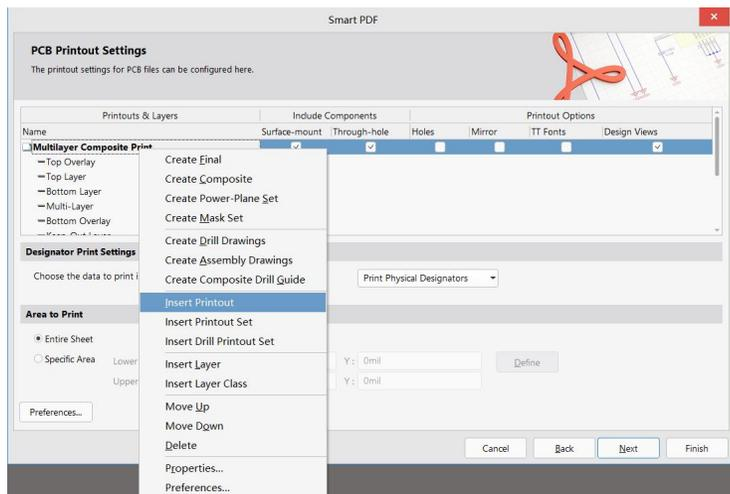
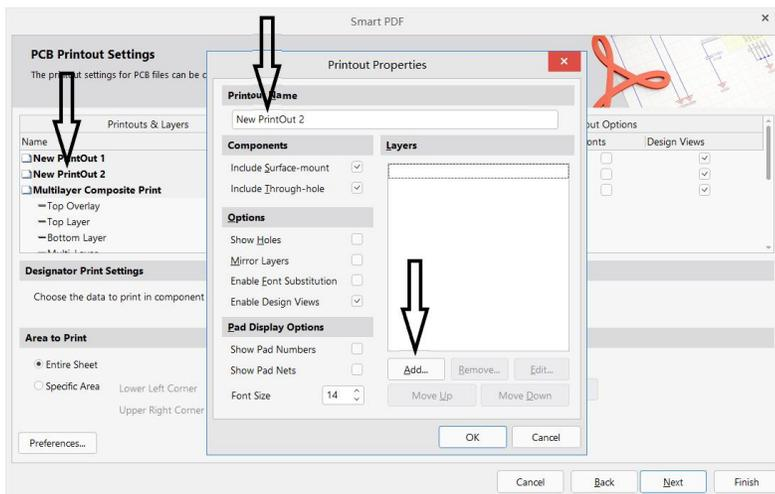

图5-6 插入打印输出
图5-7 设置打印输出特性
1) 同样执行PDF输出设置向导。在输出栏目条上右击，输出层的添加如图5-6所示，选择“Insert Printout”命令，插入需要输出的层，然后重复操作，之后会添加默认名为“New Printout x”打印层。这些“Printout”页面内的层都是空的，在“Printout”层图标上双击，打开该打印输出特性的设置对话框，如图5-7所示，在这里可以对打印输出栏目条的名字重新命名，便于在输出PDF后快速查找及查看。